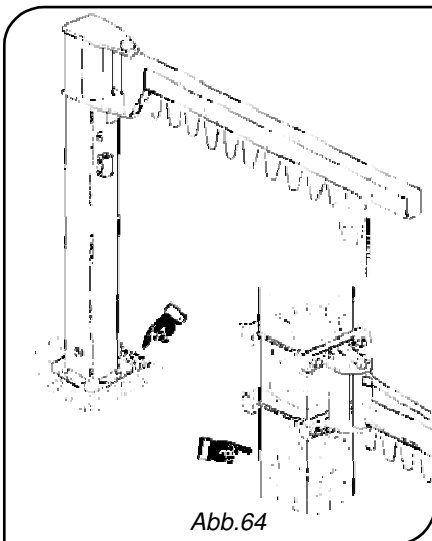

Abb. 64
- **STETS** die Festigkeit und Angemessenheit der Strukturen (Wände, Säulen, Fundamente), die den Kran stützen, prüfen (Abb. 64).